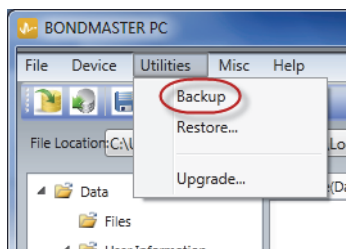

Рис. 6-24 Команда Backup (Резервное копирование)
2. В меню **Utilities** программного обеспечения BondMaster PC выберите **Backup** [Резервное копирование] (см. Рис. 6-24 на стр. 159).